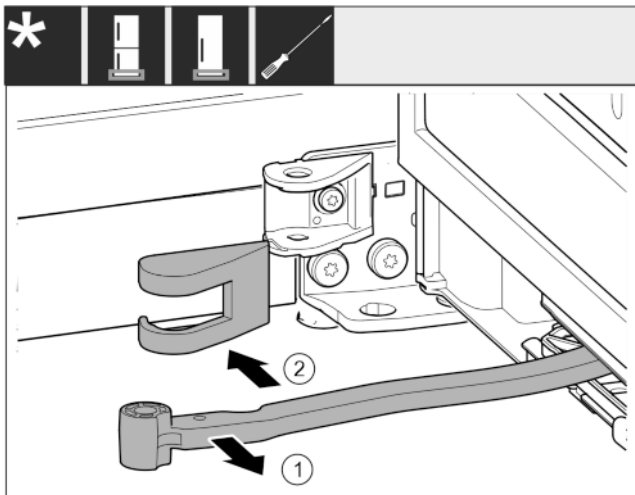

Fig. 13
- ▶ Поверните шарнир в направлении двери. Fig. 13 (1)
- ▶ Удалите крышку опорного кронштейна. Fig. 13 (2)